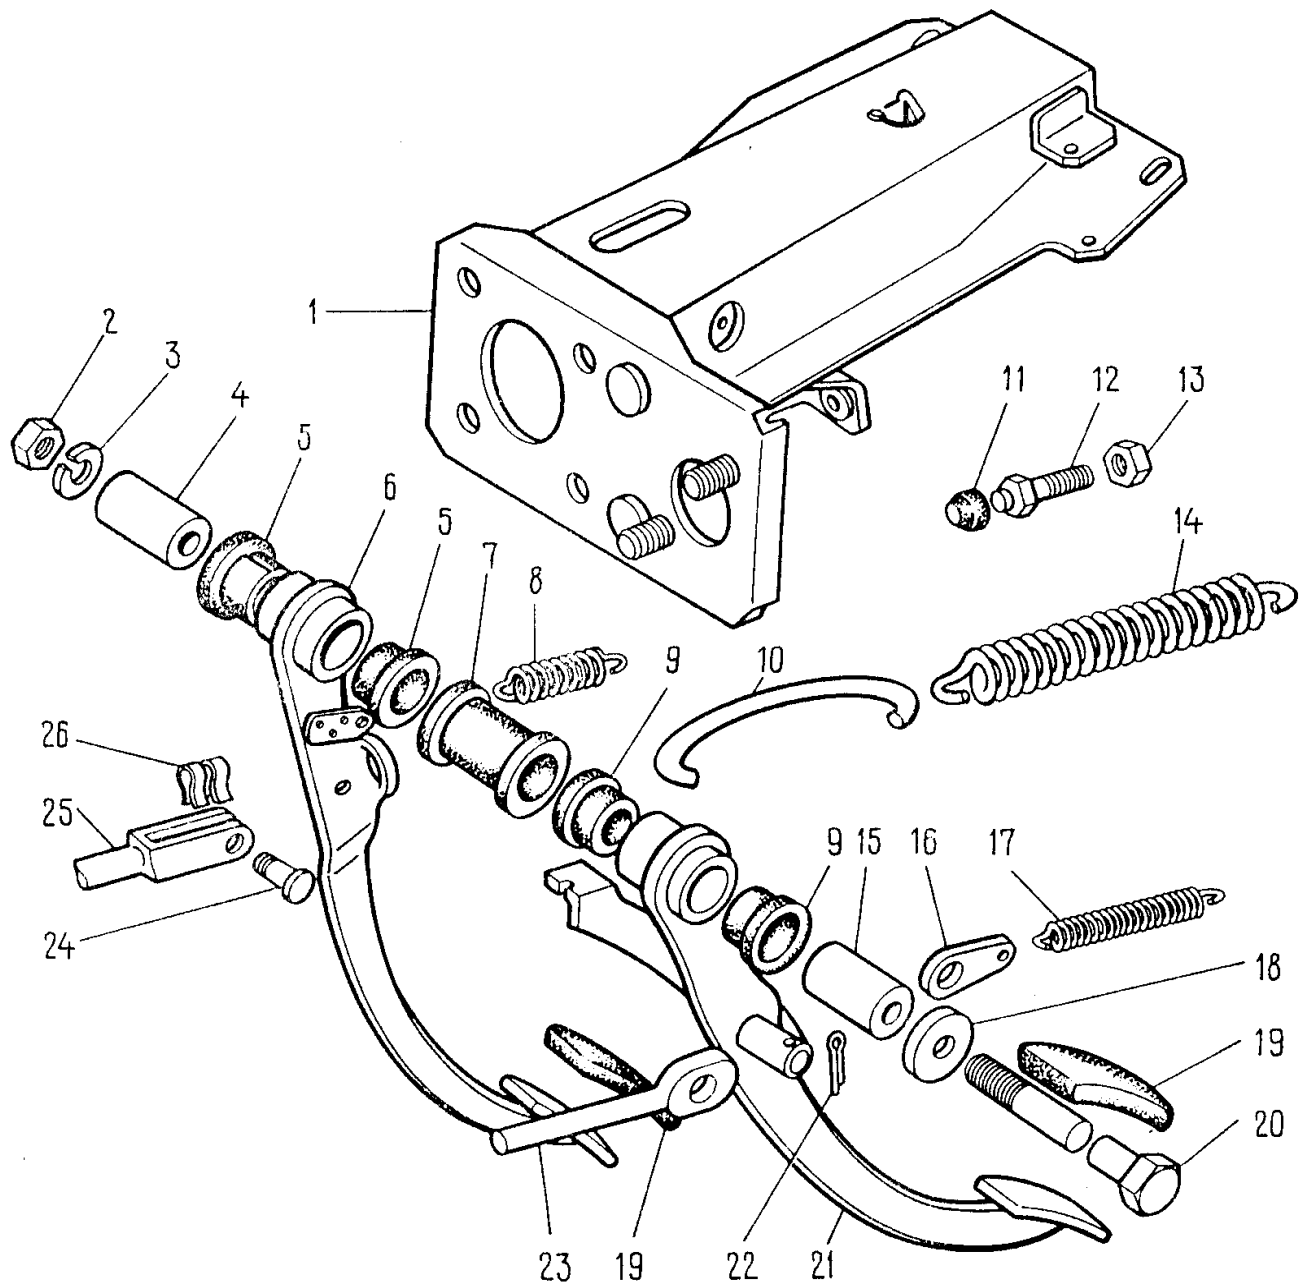

Fig.6-9. Piezas del soporte de los pedales del embrague y del freno:
- desunir del pedal del freno el empujador del servo a vacío, expulsando la grapa de retención (Fig. 6-9) y sacando el perno 24;